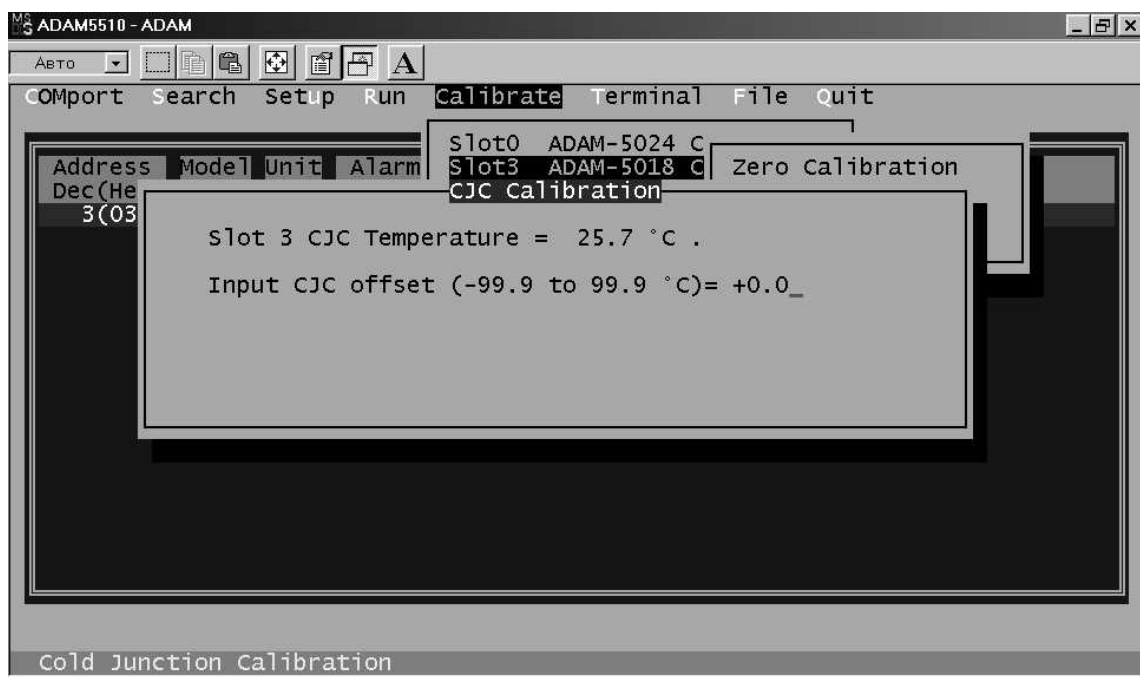

Рис. 5-18. Калибровка компенсатора температуры холодного спая
6. Для модуля ADAM-5018, кроме того, выполните команду **CJC Calibration** (Калибровка компенсатора температуры холодного спая) из меню **Calibration** сервисной программы ADAM.EXE, как это показано на рис. 5-18.